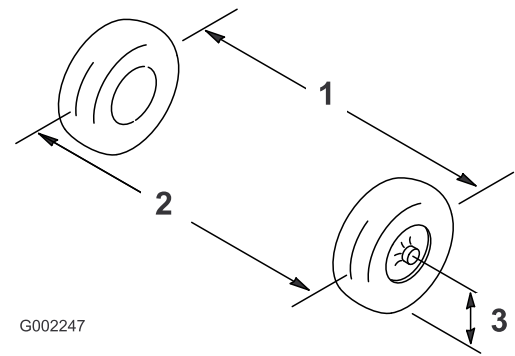

Figura 133
2. Mida la distancia entre los neumáticos delanteros a la altura del eje, en la parte delantera y trasera de los neumáticos delanteros (Figura 133).